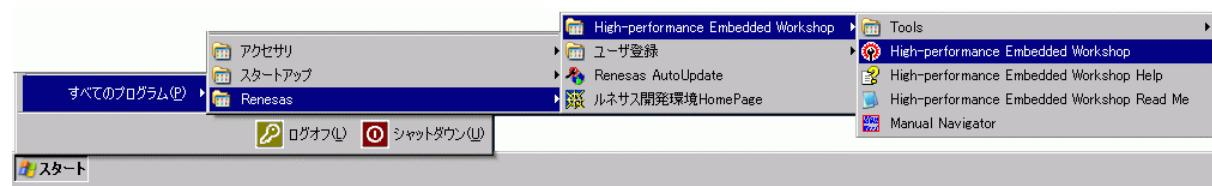

図 2-12 [スタート]メニュー
- (1) ホストコンピュータとE6000エミュレータを接続してください。
- (2) E6000エミュレータのコネクタとユーザインターフェースケーブルを接続します。
- (3) E6000エミュレータの電源を入れてください。
- (4) [スタート]メニューの[プログラム]からHigh-performance Embedded Workshopを起動してください。（図 2-12）